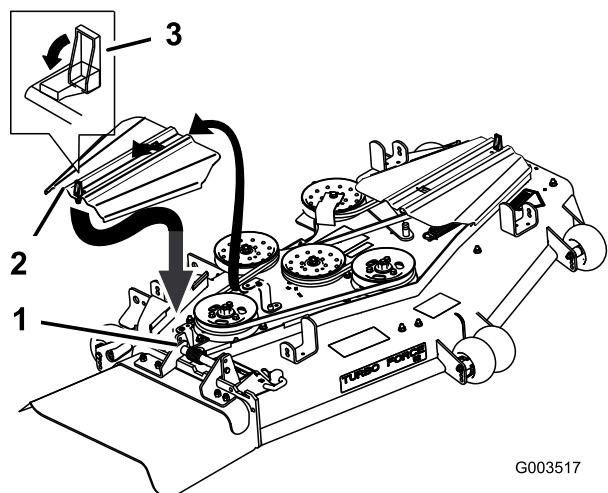

Figure 2
2. Déverrouillez et déposez le couvercle de la courroie droite (Figure 2).